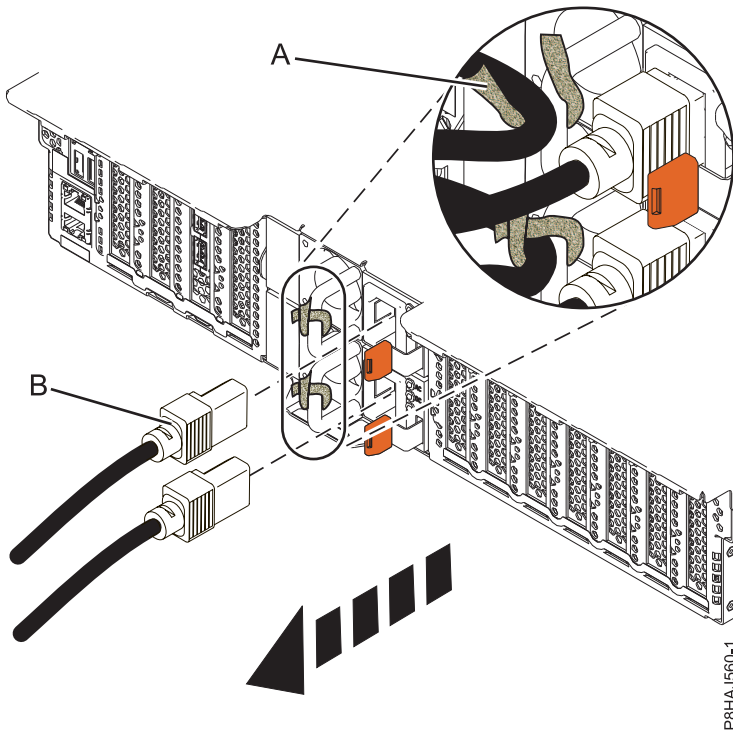
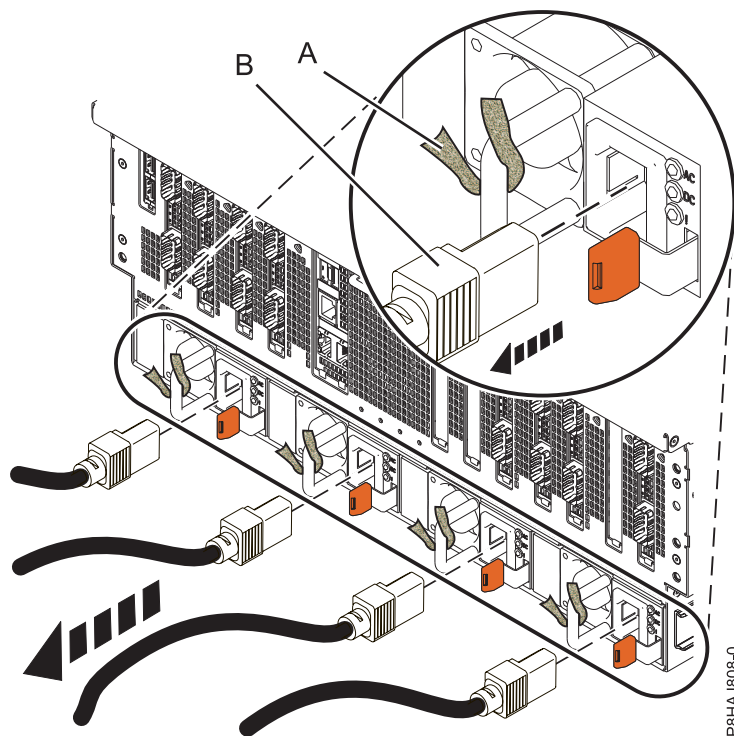

Abbildung 87. Netzkabel von einem System vom Typ 5148-21L, 5148-22L, 8247-21L, 8247-22L, 8284-21A oder 8284-22A abziehen
Abbildung 88. Netzkabel von einem System vom Typ 8408-44E oder 8408-E8E abziehen
- Ziehen Sie die Netzkabel (**B**) von der Systemeinheit ab. Siehe Abbildung Abb. 86 auf Seite 126, Abb. 87 auf Seite 126 oder Abb. 88 auf Seite 127 (abhängig von Ihrem Systemtyp).